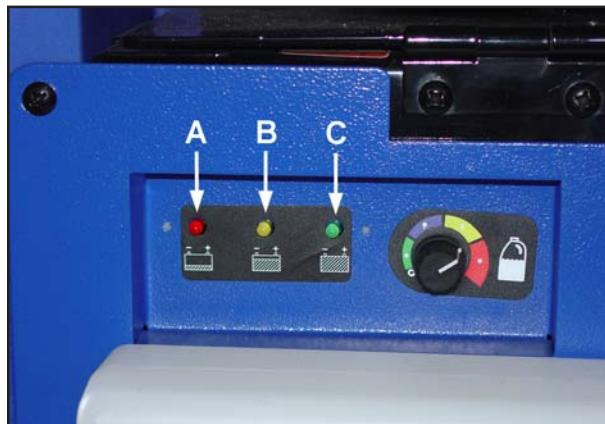
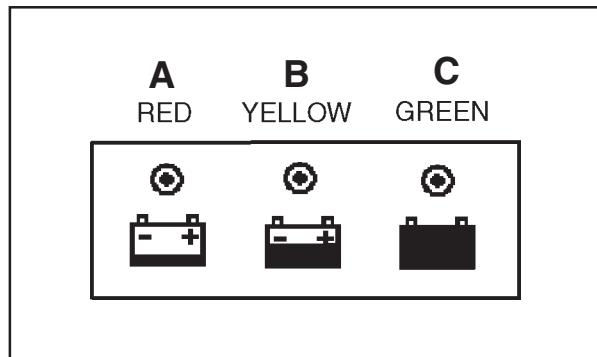

Figure 5
Figure 6
- Observez le voyant lumineux pour vous assurer que le processus de charge a commencé (voir figure 5, A - Rouge, B - Jaune, C - Vert). Pour plus d'indications sur les couleurs, voir la figure 6.